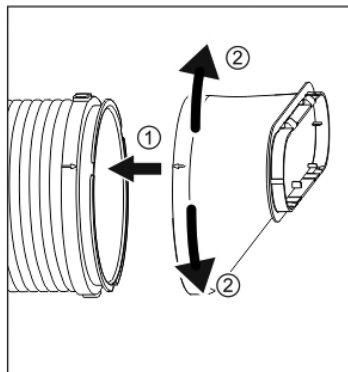

Fig. 2
2. Conecta la salida del tubo y el tubo de la misma manera (Fig. 2)